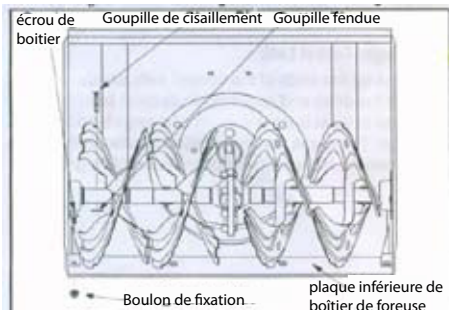

FIG.16
2. Référez-vous à la Figure 16. Lubrifiez chaque saison n'importe quelles chaînes, pignons, engrenage, roulements à billes, axes, et mécanisme d'entraînement.
- Les foreuses sont fixés à l'axe avec deux goupilles de cisaillement ( fig.16 ) et goupilles (fig.16 ). Si vous frappez un objet étranger dur ou bloquez les foreuses avec de la glace, la souffleuse à neige est conçu de sorte que les goupilles (ou les tiges) puissent cisailer (casser).